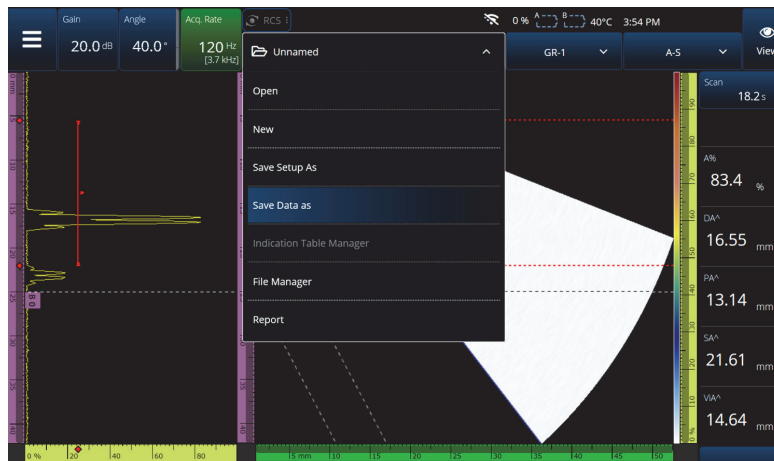
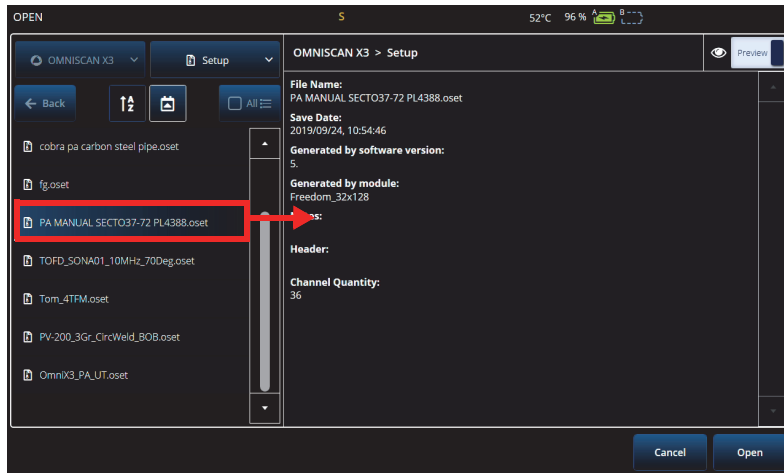

Figura 6-1 Menú archivo
Figura 6-2 Menú Abrir
Las configuraciones y los datos de inspección se guardan y organizan mediante archivos y se presentan en informes. Es posible usar el menú **Archivo** para acceder a los múltiples parámetros de archivos, la herramienta **Informes**, y el **Administrador de archivos** (ver Figura 6-1 en la página 211).
- Para guardar su archivo de configuración, seleccione la opción **Guardar conf. como** en el menú  **Archivo** (ver Figura 6-1 en la página 211).
- Para abrir un archivo, seleccione **Abrir** en el menú  **Archivo** (ver Figura 6-1 en la página 211), y después seleccione el directorio en el que se encuentra el archivo. Es posible abrir el archivo de configuración o el archivo de datos al seleccionar el tipo de archivo. Asimismo, es posible ordenar los archivos de forma alfabética o por fecha usando el ícono de **Filtrar**, y obtener una vista previa del archivo seleccionado (ver Figura 6-2 en la página 213).